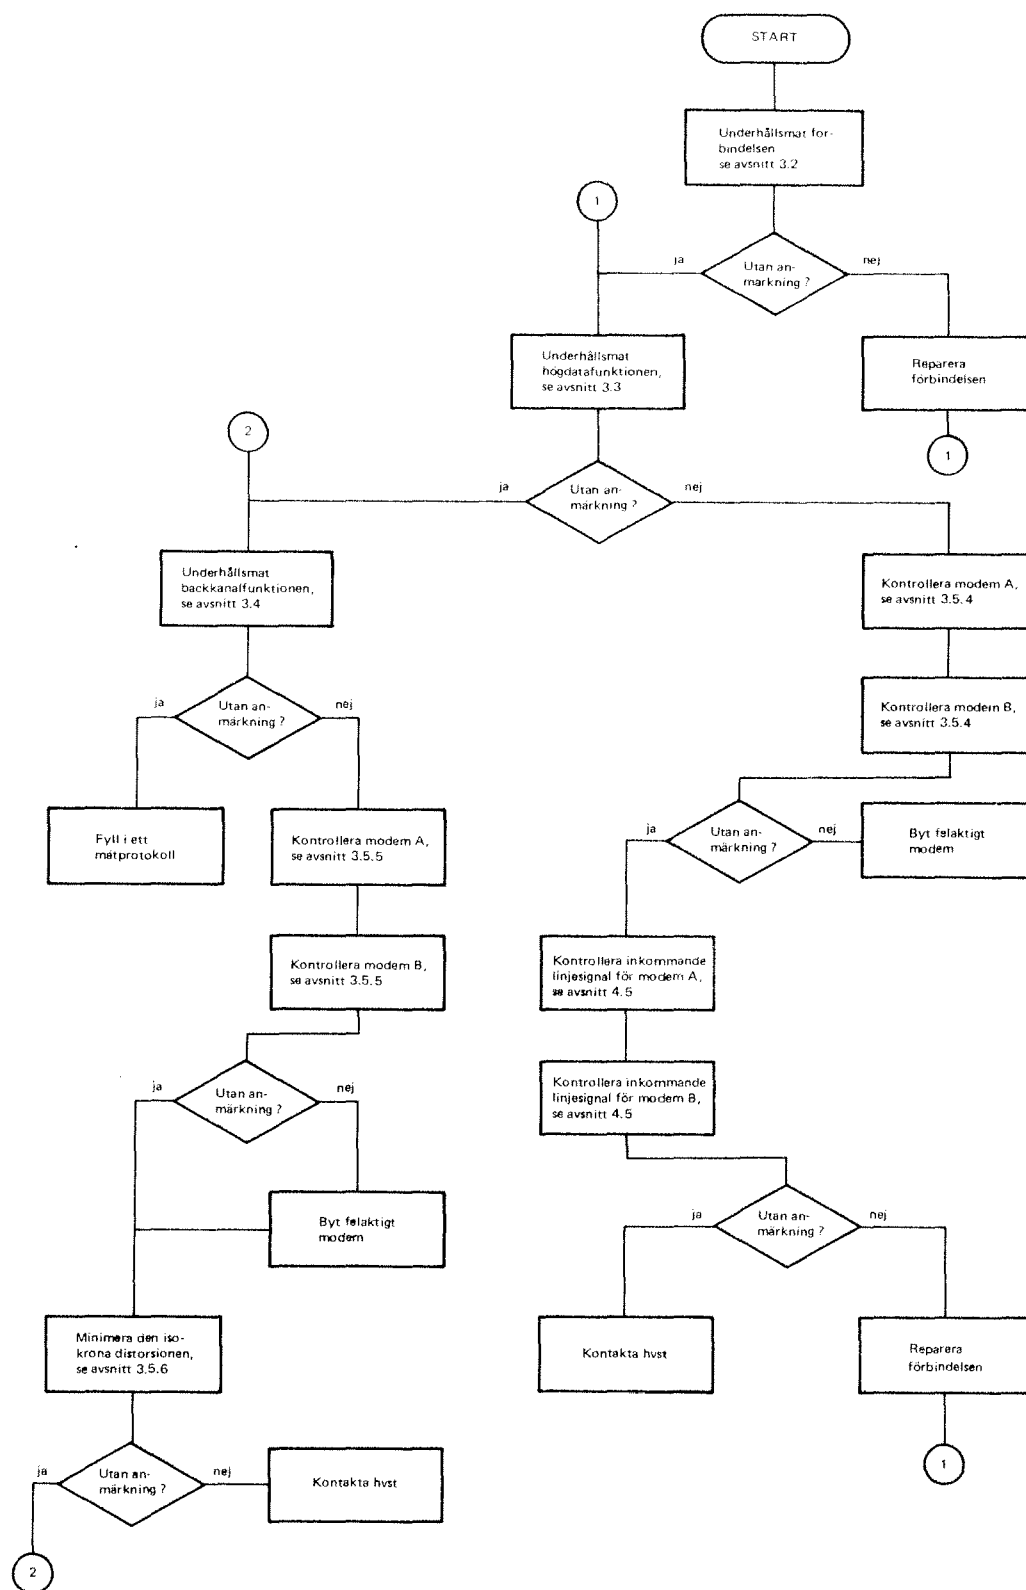

Bild 18. Arbetsgången vid felsökning på en datatransmissionsförbindelse
4.4.1 Arbetsgången vid felsökning på en datatransmissionsförbindelse visas på bild 18.